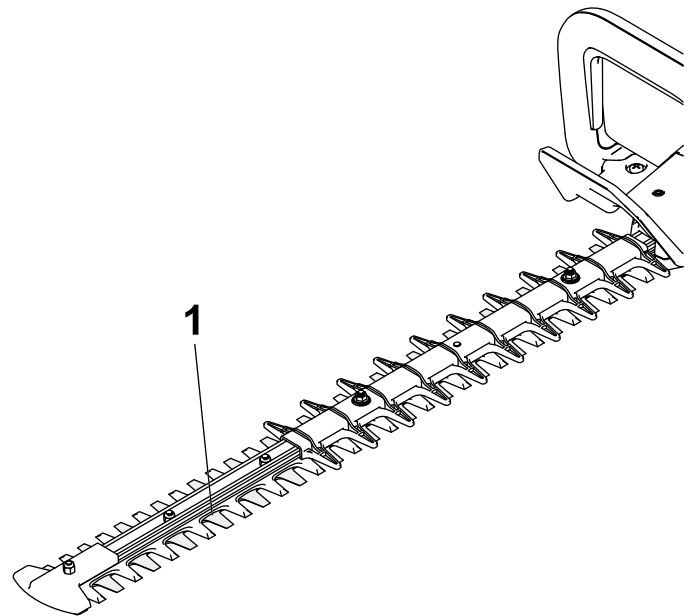

Figure 10
3. Appliquez de l'huile pour machine légère (n° 10 par exemple) sur le bord des lames supérieures (Figure 10).